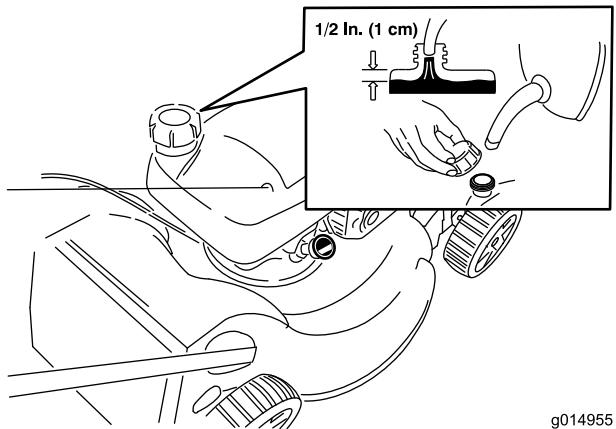

Figure 13
1. Nettoyez la surface autour du bouchon du réservoir de carburant et enlevez le bouchon (Figure 13).